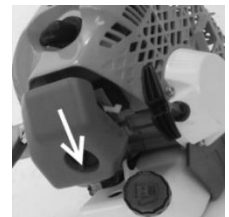

Рисунок 13
5.1.1 Зніміть кожух захисту повітряного фільтра, піднявши фіксатор кришки (рис. 13).